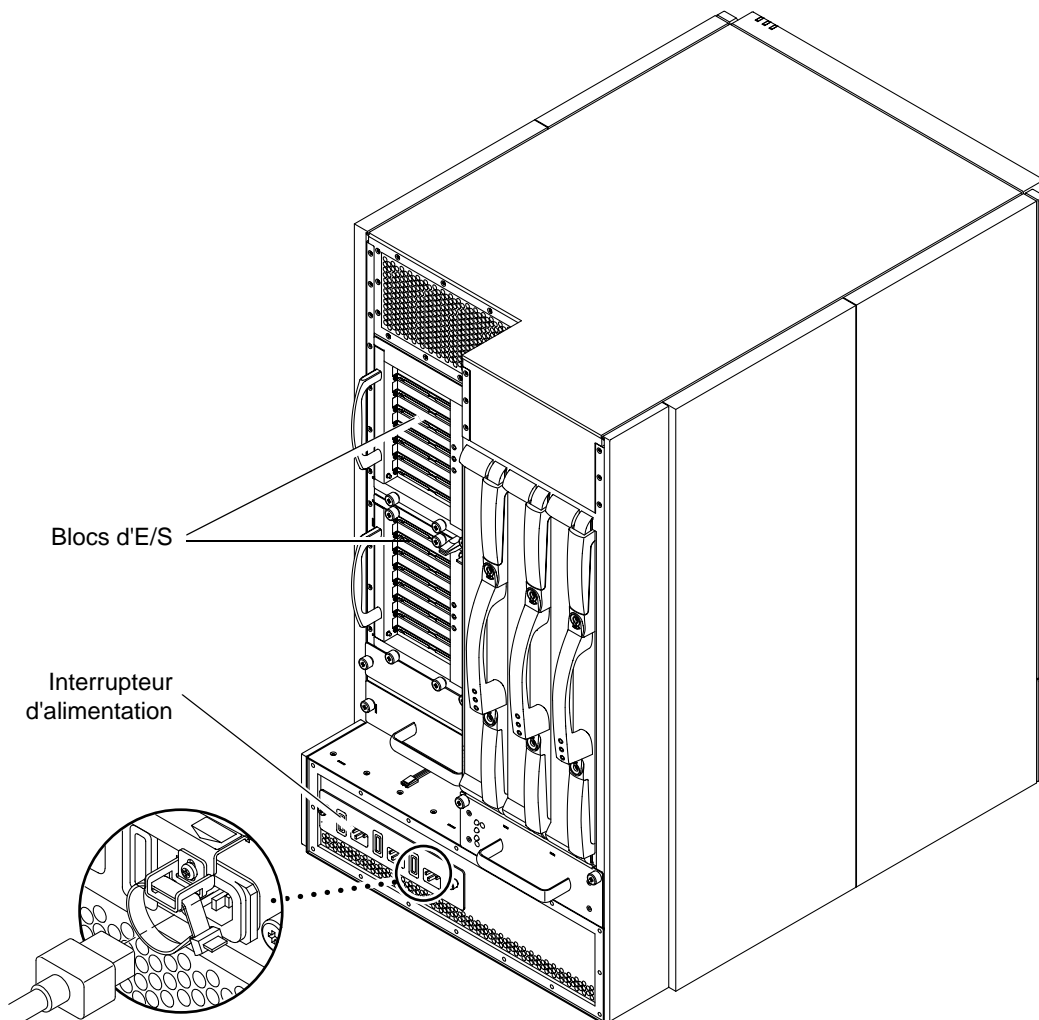

FIGURE 4-1 Emplacement de l'interrupteur d'alimentation, de la prise du cordon d'alimentation et des blocs d'E/S sur le système Sun Fire 4800
1. **Mettez chaque interrupteur en position off** (FIGURE 4-1).
Les blocs d'E/S fournissent aux domaines une interface réseau et un accès périphérique (FIGURE 4-1).
1. Mettez chaque interrupteur en position on (FIGURE 4-1).
6. Mettez chaque interrupteur en position on (FIGURE 4-1).